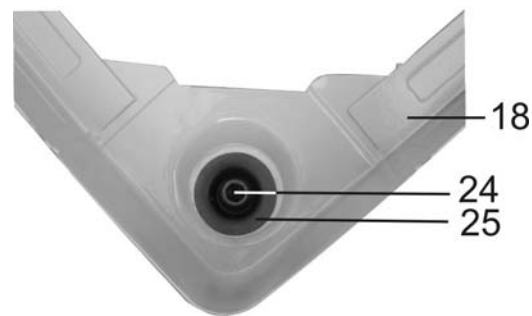

Рис. 4
9.1. Сборка и установка основания (Рис. 4, 5)